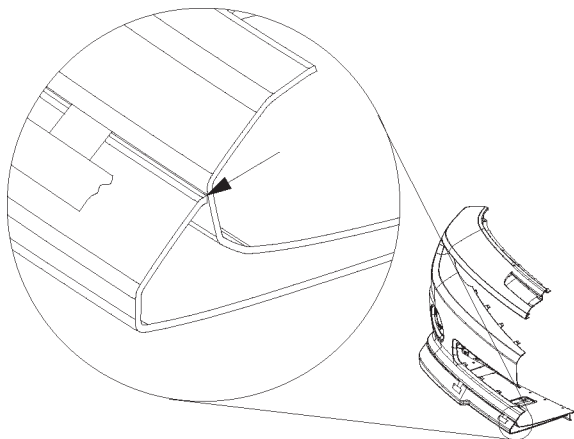

FIGURE 36
13. Aligner la partie supérieure du revêtement avec le bas, le long du rayon au centre du véhicule. Se reporter à la Figure 36.